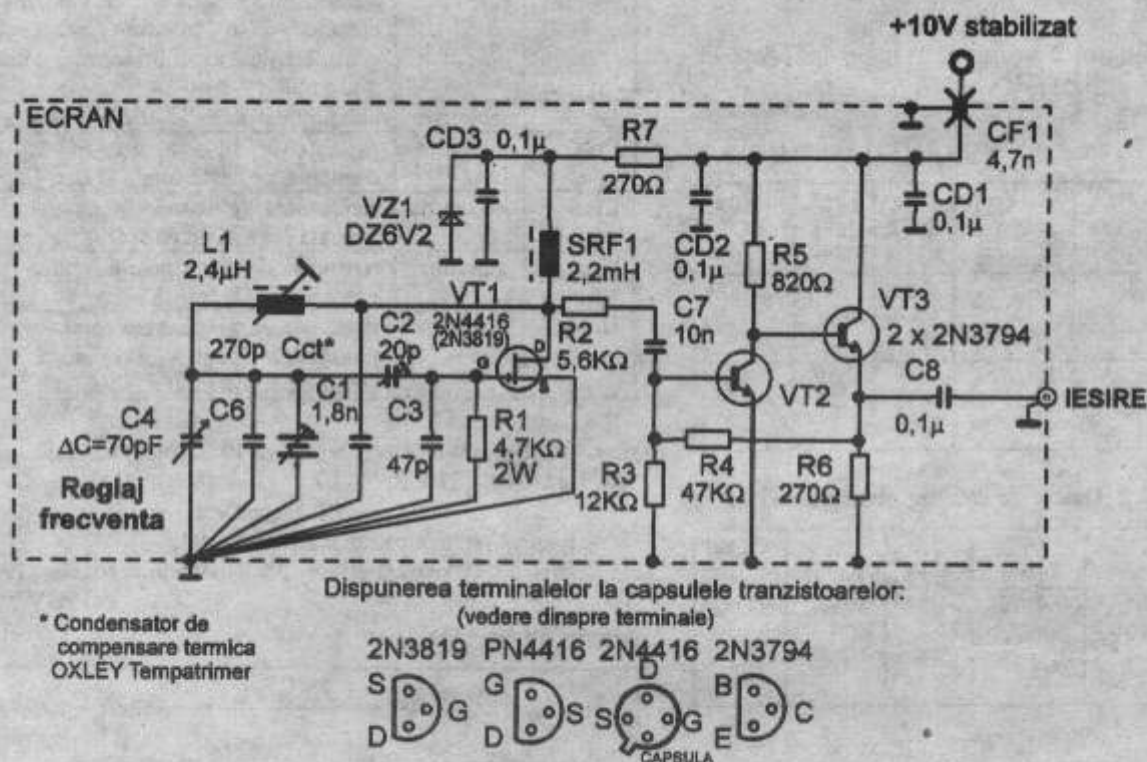

Fig. 1 Un oscilator de tip Vackar - Tesla cu performanțe de stabilitate foarte bune. Domeniul de lucru, cu valorile indicate este de 5,88...6,94MHz.
În Fig. 1 este arătată schema (devenită clasică) a unui oscilator cu J - FET care are o foarte bună stabilitate. Această
6. Trebuie să se prevadă componente pentru compensare termică, de exemplu, ca în Fig. 1, unde se utilizează un condensator diferențial (Oxley Tempatrimmer) cu un terminal în serie cu un condensator variabil cu coeficient pozitiv de temperatură și cu celălalt terminal în serie cu un condensator variabil cu coeficient negativ de temperatură. Din nefericire un astfel de condensator, produs industrial de renumita firmă americană OXLEY, nu se mai fabrică astăzi...
9. Utilizarea unui etaj separator de calitate este esențială; cel cu două etaje din Fig. 1 s-a dovedit satisfăcător.